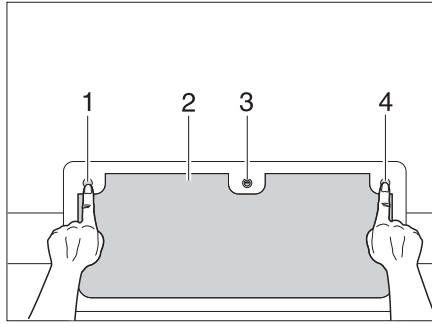

Bild 32 Klappenschloss mit Knöpfen, verschlossen
- Schlüssel in Schließzylinder (Bild 32,3) stecken und eine viertel Umdrehung drehen.
- Die drei Druckknöpfe (Bild 32,1, 3 und 4) eindrücken.
- Außenklappe (Bild 32,2) vollständig schließen, bis sie hörbar einrastet.
- Schlüssel in Schließzylinder (Bild 32,3) stecken und eine viertel Umdrehung drehen. Das Schloss ist verriegelt.